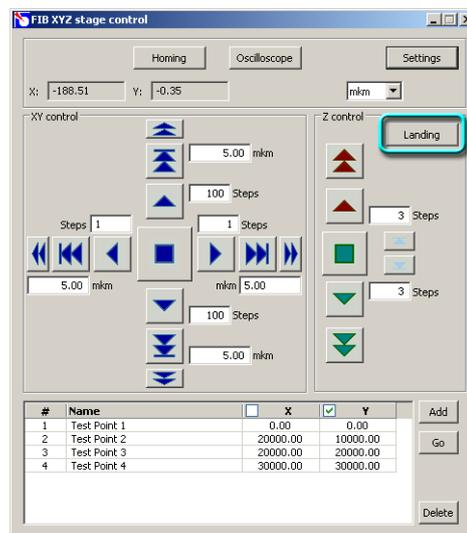

Рис. 6-4. Интерфейс программы XYZ stage control
- Перейдите в программу управления координатным столом XYZ stage control (Рис. 6-4). Запустите процедуру подвода, щелкнув на кнопке **Landing**.